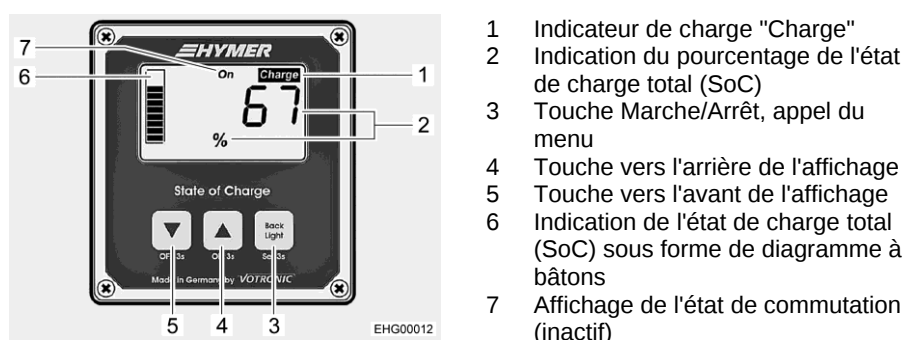

Fig. 128 Panneau d'affichage (indication de l'état de charge total)
Éclairage de l'écran L'éclairage de l'écran s'allume automatiquement lorsque l'on appuie sur une touche du panneau de contrôle. L'éclairage s'éteint automatiquement quand aucune touche n'a été pressée pendant 3 minutes. La touche (Fig. 128,3) permet d'éteindre manuellement l'éclairage de l'écran.
Indiquer l'état de charge total (SoC) À l'écran est indiqué l'état de charge total des batteries au plomb et au lithium désigné par "State of Charge" (SoC). La valeur SoC est indiquée en % (Fig. 128,2), elle est représentée de plus sous forme de diagramme à bâtons (Fig. 128,6).
- Quand la tension est indiquée à l'écran : appuyer brièvement sur la touche (Fig. 128,4) ou la touche (Fig. 128,5) pour commuter sur l'indication de la valeur SoC (Fig. 128,2).
Quand la valeur SoC chute au-dessous de 20 %, l'indicateur "Charge" (Fig. 128,1) clignote. Dans ce cas, recharger les batteries.
- Quand la valeur SoC est indiquée à l'écran : appuyer brièvement sur la touche (Fig. 128,4) ou la touche (Fig. 128,5) pour commuter sur l'indication de la tension de batterie (Fig. 129,1).